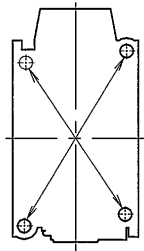

图 4 Fig. 4 図 4
(4) 即使有 4 个安装孔，也只选取对角线上的两个孔进行安装。(图 4)
(4) Even if the product is provided with four mounting holes, use any two mounting holes on a diagonal line. (Fig. 4)
(4) 取付穴が4カ所ある場合は、対角線2カ所で取付けてください。(図 4)